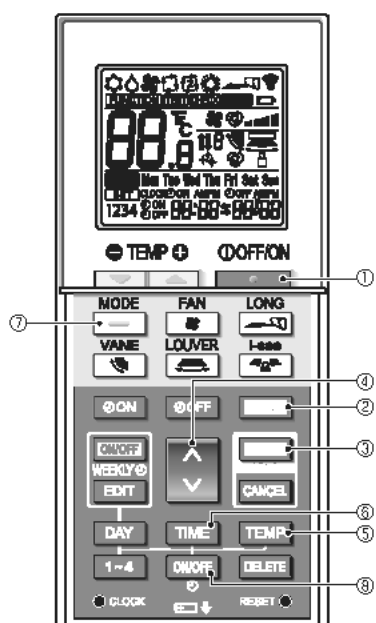

Fig. 7-9
1. Tryck på knappen **▲** ① för att stänga av luftkonditioneringen.
2. Tryck på knappen **▲** ②.
Skärmen för funktionsinställning visas och funktionsnummer ③ blinkar. (Fig. 7-9)